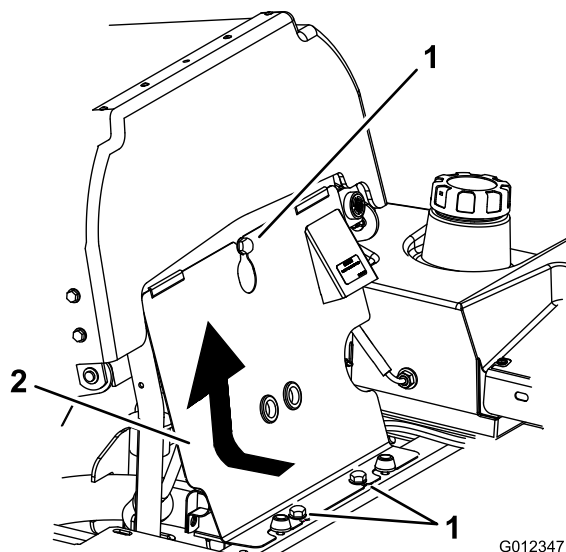

Figure 44
1. Basculez le siège en avant, desserrez les boulons et déposez le panneau avant du moteur (Figure 44).